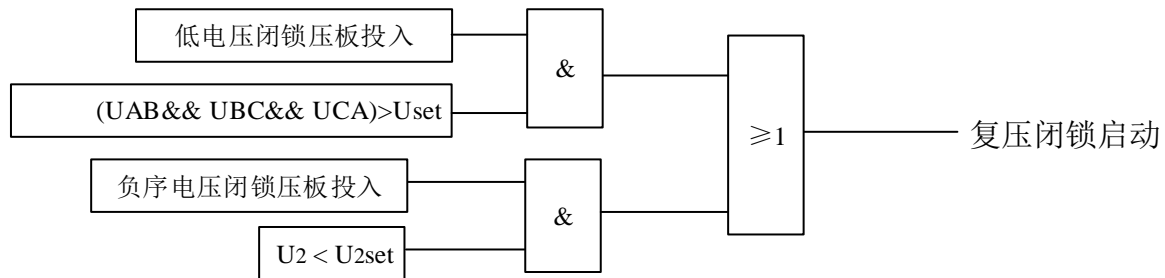

图 7 复合电压判别逻辑图
复合电压判别逻辑框图如图 7 所示：
a) 本装置设零序过压保护，可以单独投退，可设置告警或跳闸，保护逻辑框图，如图 7 所示: